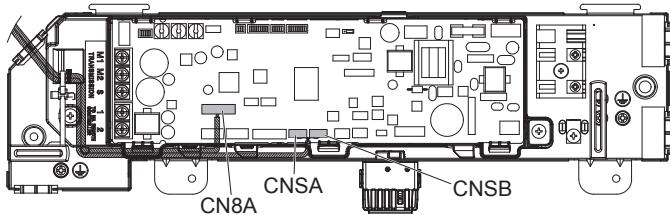

Fig. 5-6
- İsteğe bağlı bağlantı kablosunu devre kartı konektörüne takın. (Fig. 5-6)